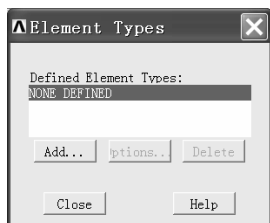
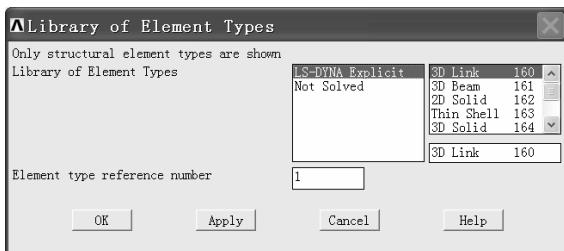

图 3-49 “Element Types” 窗口
图 3-50 “Library of Element Types” 窗口
(4) 依次选择 Main Menu>Preprocessor>Element Type>Add/Edit/Delete, 弹出“Element Types”窗口(见图 3-49)。单击该窗口中的“Add”按钮, 弹出“Library of Element Types”窗口(见图 3-50)。